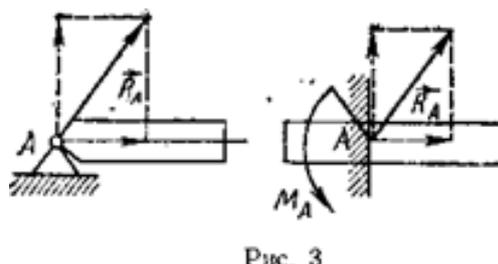

Рис. 3
20. Почему со стороны неподвижного шарнира на брус действует только сила  $R_A$  (реакция шарнира), а при жесткой заделке бруса на него действует и сила  $R_A$  и реактивный момент заделки  $M_A$  (рис. 3)?